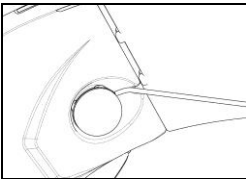

Fig. 16
- Brancher le microphone spécifique pour les casques intégraux dans son logement sur la mentonnière (Fig. 16).